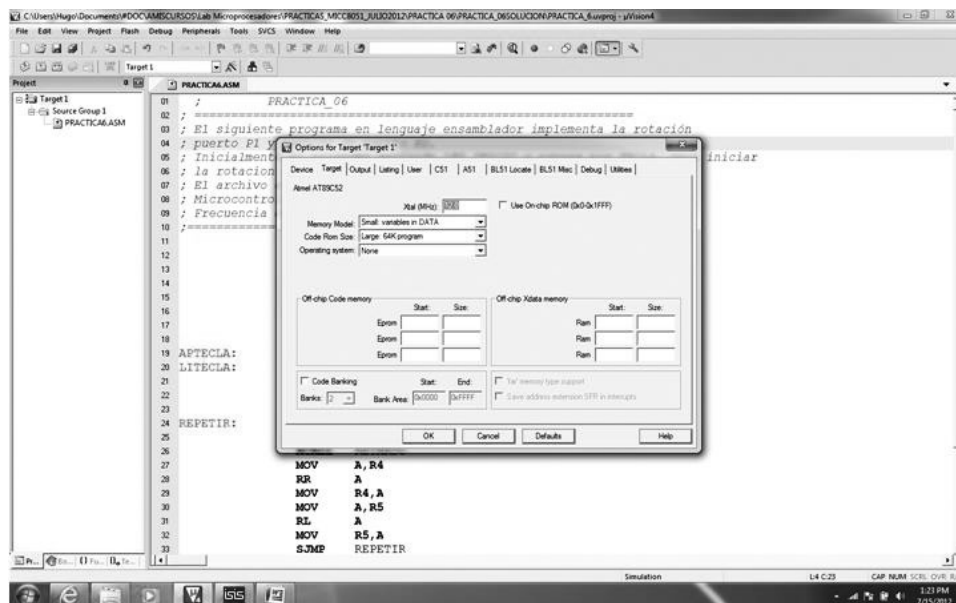

Figura 16.25: Crear archivo ejecutable. Paso 1
1. Hacer clic derecho en “target 1”, seleccionar ‘options for target 1’. En la nueva ventana seleccione ‘Target’ y cambie el XTAL a la frecuencia deseada, por ejemplo 12.0 MHz. Observar la figura 16.25.